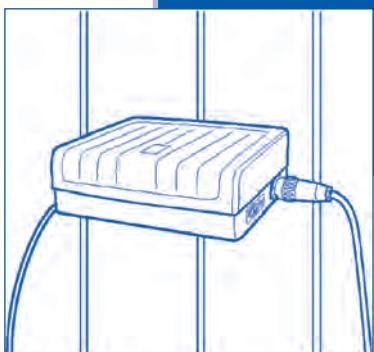

Figura 2
- Fissate la scatola di comando al muro (**Figura 2**).